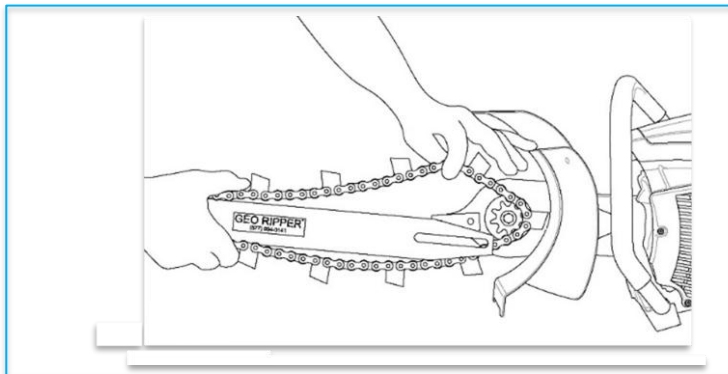

Fig.10
4. Avec la chaîne installée sur la barre, engagez-la sur le pignon d'entraînement (Fig.10)